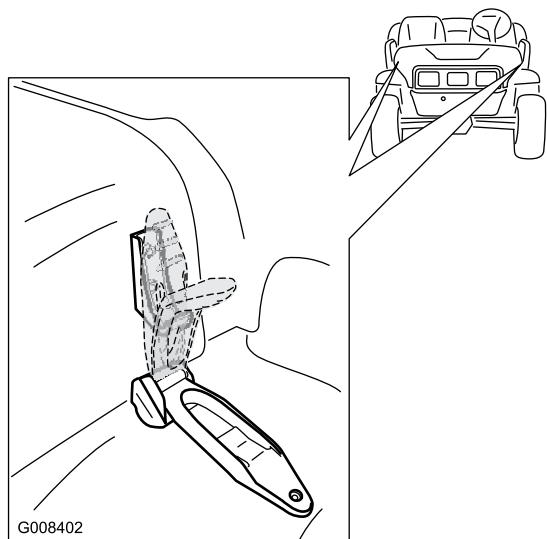

Рисунок 27
1. Поднимите ручки резиновых защелок с каждой стороны капота (Рисунок 27).
2. Закрепите капот, совместив резиновые защелки с фиксаторами защелок с каждой стороны капота (Рисунок 27).